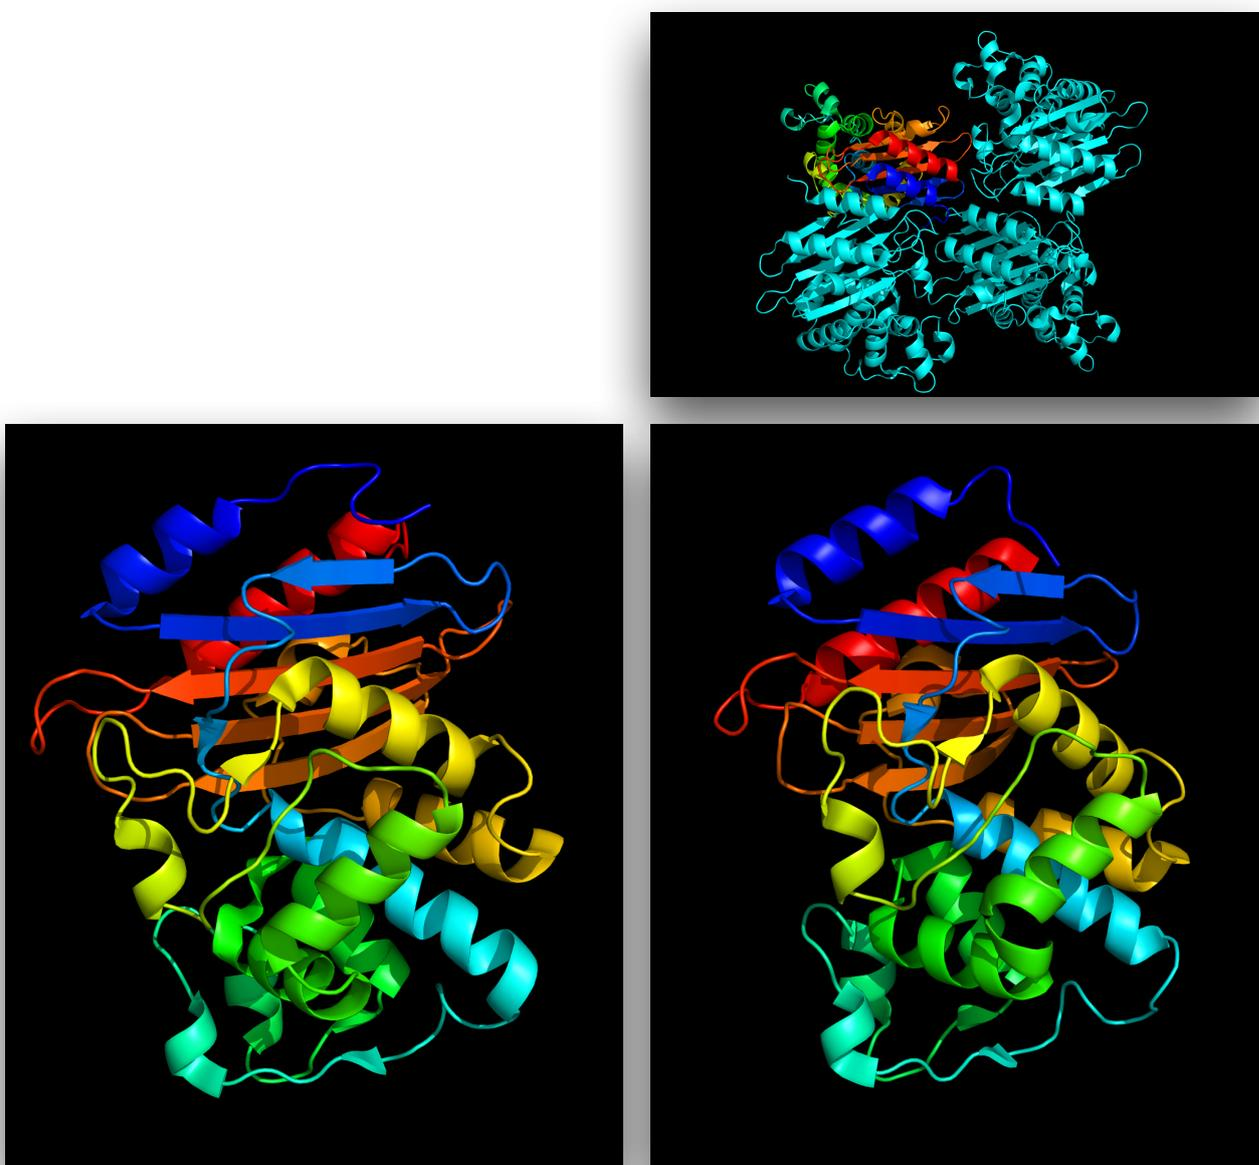

Рис.1 Слева: 6XD5, справа: 6JN3 (сверху - вся структура, снизу - цепь А)
- 1) Белок 6JN3 представлен 4-мя одинаковыми глобулами бета лактамазы (Рис. 1 - справа, сверху). Возможно, изначально был получен кристалл из 4-х глобул. В такой структуре больше электронов, сигнал от которых сложнее детектировать. Это может плохо отразиться на качестве структуры. Для исследования качества выберу цепь А.